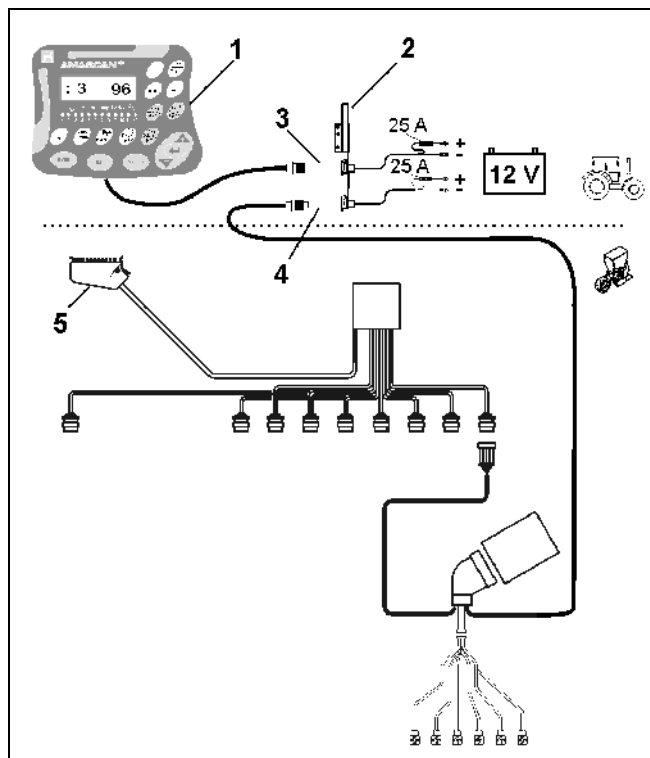

Fig. 1
Konsollen (Fig. 1/2) (Ekstraudstyr) skal indbygges fast og elektrisk ledende i højre side af førerkabinen, så den er inden for førerens syns- og rækkevidde. Afstand til evt. radio eller antenne skal være mindst 1 m.
Holderen med job-computer (Fig. 1/1) anbringes på konsollens rør (Fig. 1/2) (Ekstraudstyr).
- Tilslutning af **AMASCAN⁺** (Fig. 1/3).
- Tilslutning af den elektriske såaggregat-frakobling.(Fig. 1/4). Maskiner med elektrisk såaggregat-frakobling skal hertil bruge en separat strømforsyning fra traktorens batteri.
Den på traktoren monterede enkorssåmaskine ED tilsluttes via et maskinstik (Fig. 1/5).